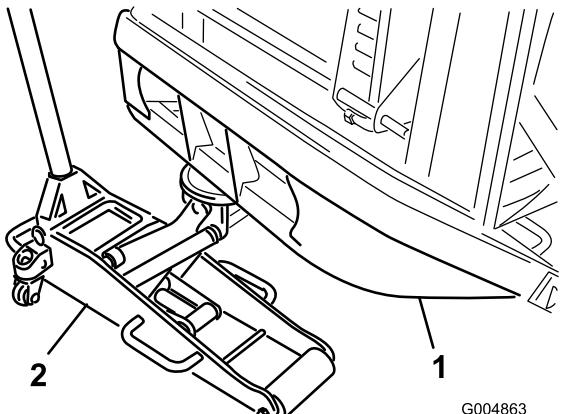

Figura 31
- Coloque un gato de suelo apropiado debajo del tubo del parachoques trasero, y eleve los neumáticos traseros del suelo (Figura 31).